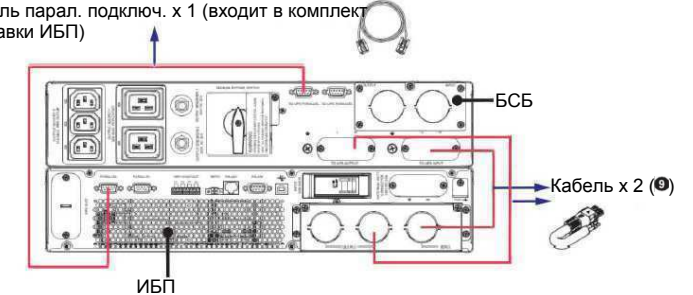

Рисунок 5
- См. общую схему электрической проводки на рис. 5–6.